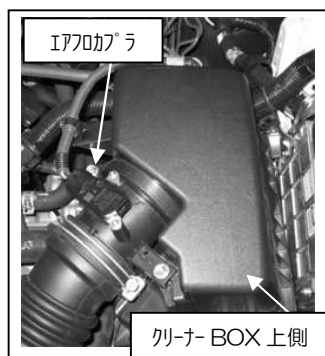

図 1
- ①エアフロカバー、クリップを外し、ホースバンドを緩めクリーナーBOX 上側を外します。図 1 参照